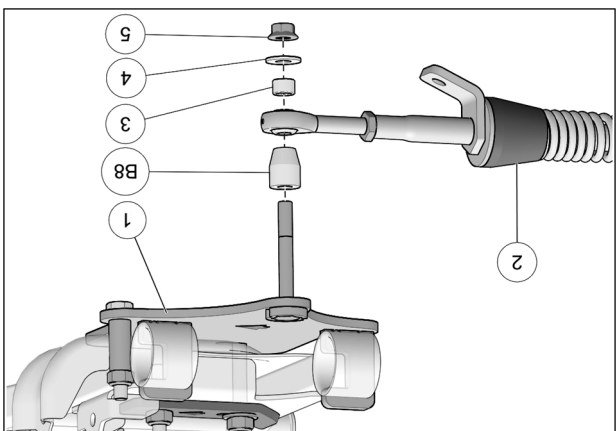

Fig. 11
10. Fixer le bras stabilisateur (2) à l'ancrage de suspension (1) à l'aide de l'espacer long (B8), l'espacer court (3), de la rondelle (4) et de l'écrou autobloquant (5). Serrer à un couple de 70 N•m [52 lb•pi]. Voir la Fig. 11